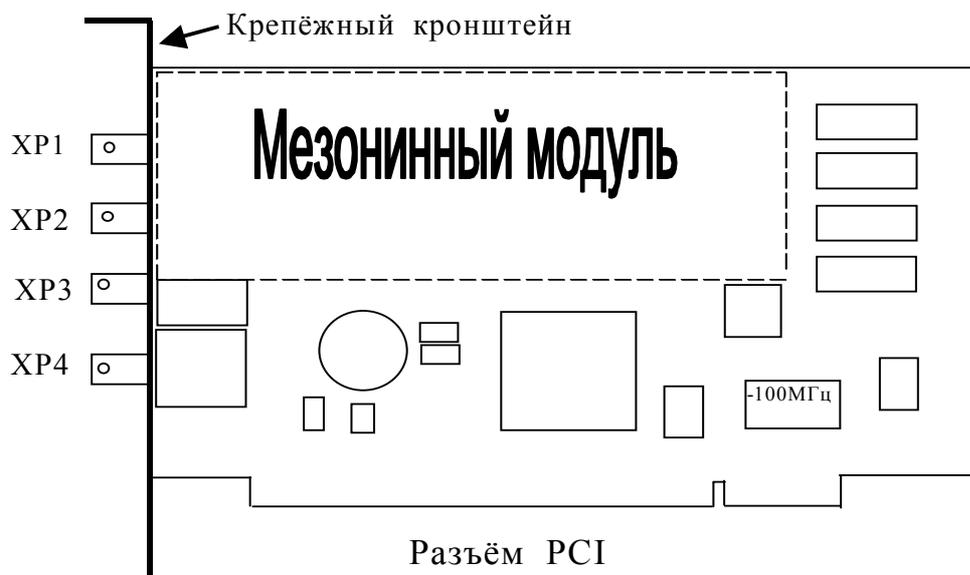

Рис. 4.1. Схема расположения разъемов.
4.2.6. Для предотвращения выхода из строя платы ГСПФ-052 на входные разъемы необходимо подавать сигналы с параметрами, указанными в таблице (Таблица 4. 1). Расположения разъемов указано на рисунке (Рис. 4.1).